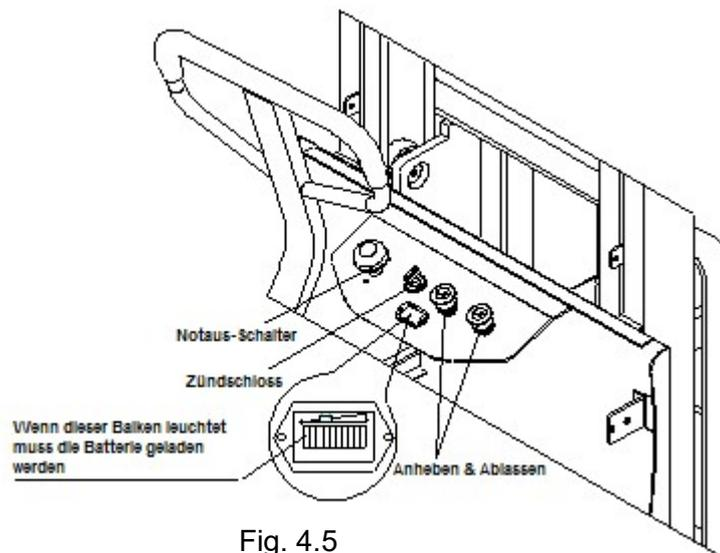

Fig. 4.5
Per determinare lo stato di carica della batteria, il carrello elevatore deve essere acceso (girare la chiave). Se si accende solo la barra sinistra del display, la batteria deve essere caricata (vedi fig. 4.5).
3. Regolare le forche all'altezza corretta con le manopole (vedi fig. 4.5).
6. Portare il carico a destinazione e abbassare le forche con i pulsanti (vedere Fig. 4.5).